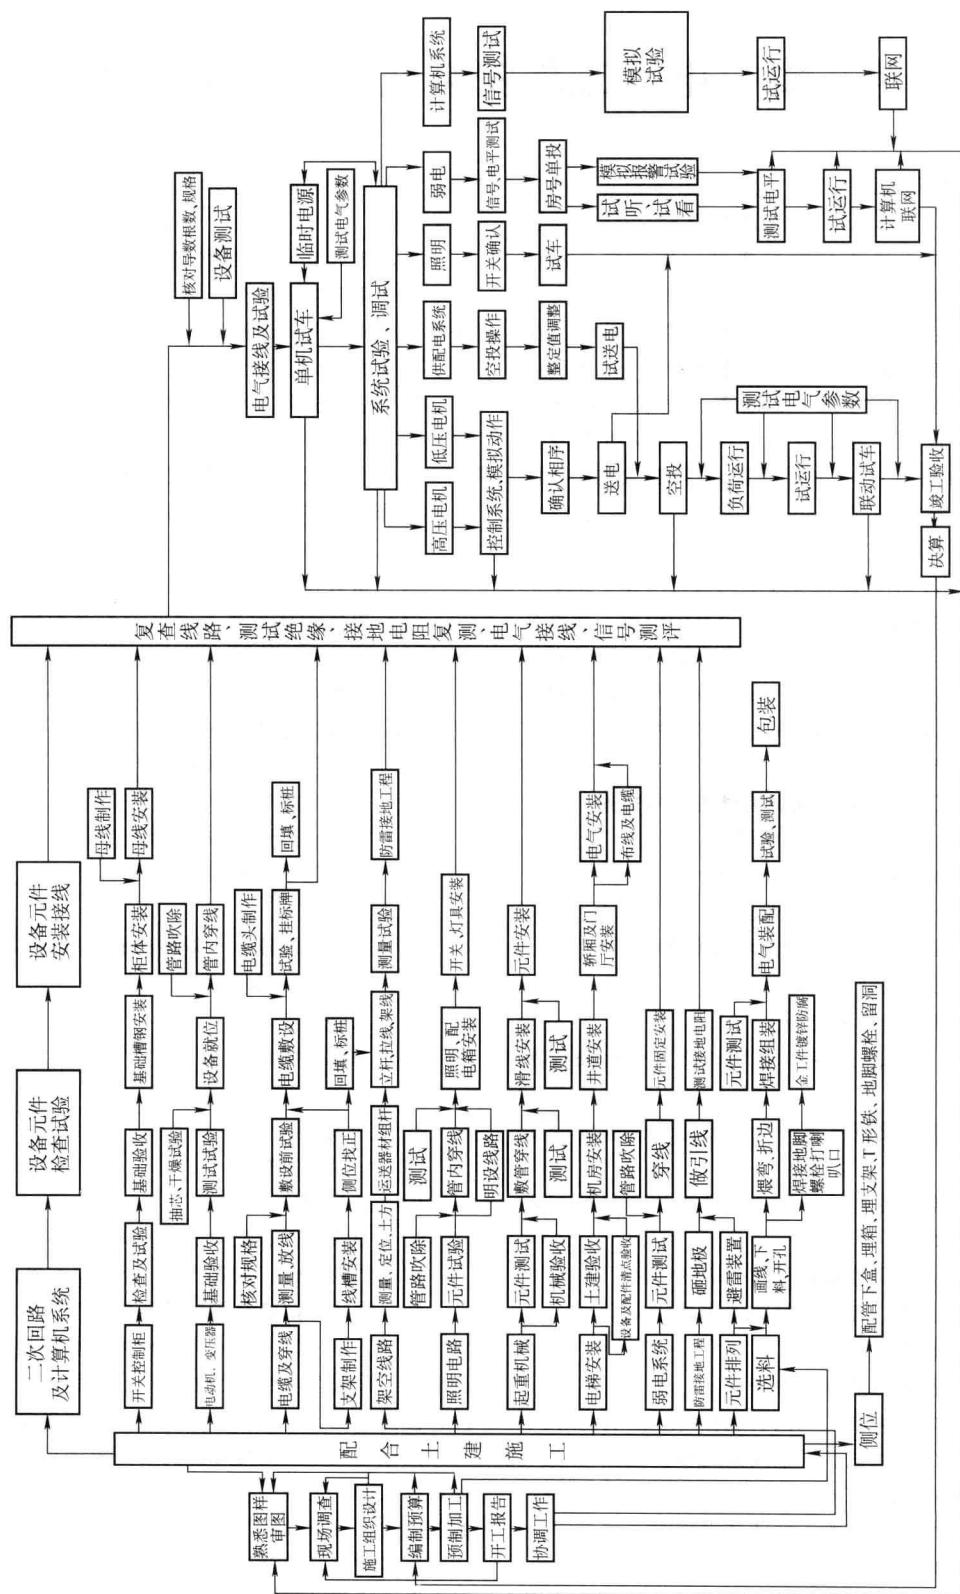

图 1-1 电气工程安装程序框图
- (1) 记录各种数值
- (2) 处理异常状况
10. 清理现场、整理记录、交工验收见图 1-1。